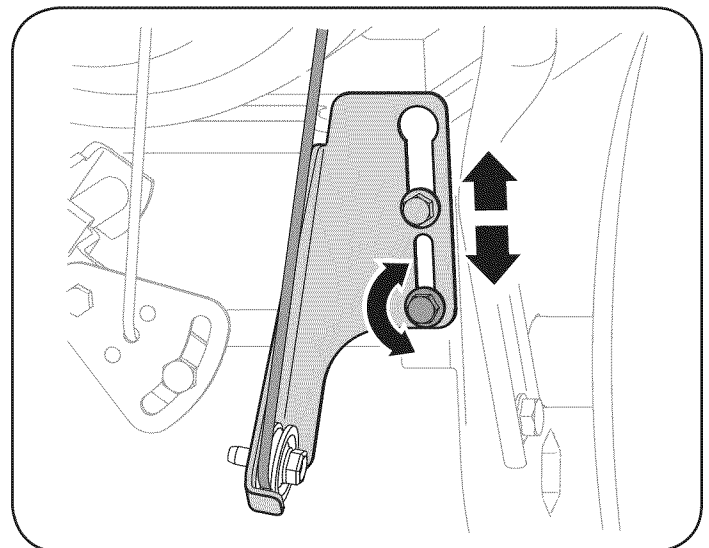

Figura 24
- b. Afloje la tuerca hexagonal inferior del soporte del cable de la transmisión. Vea la figura 24.